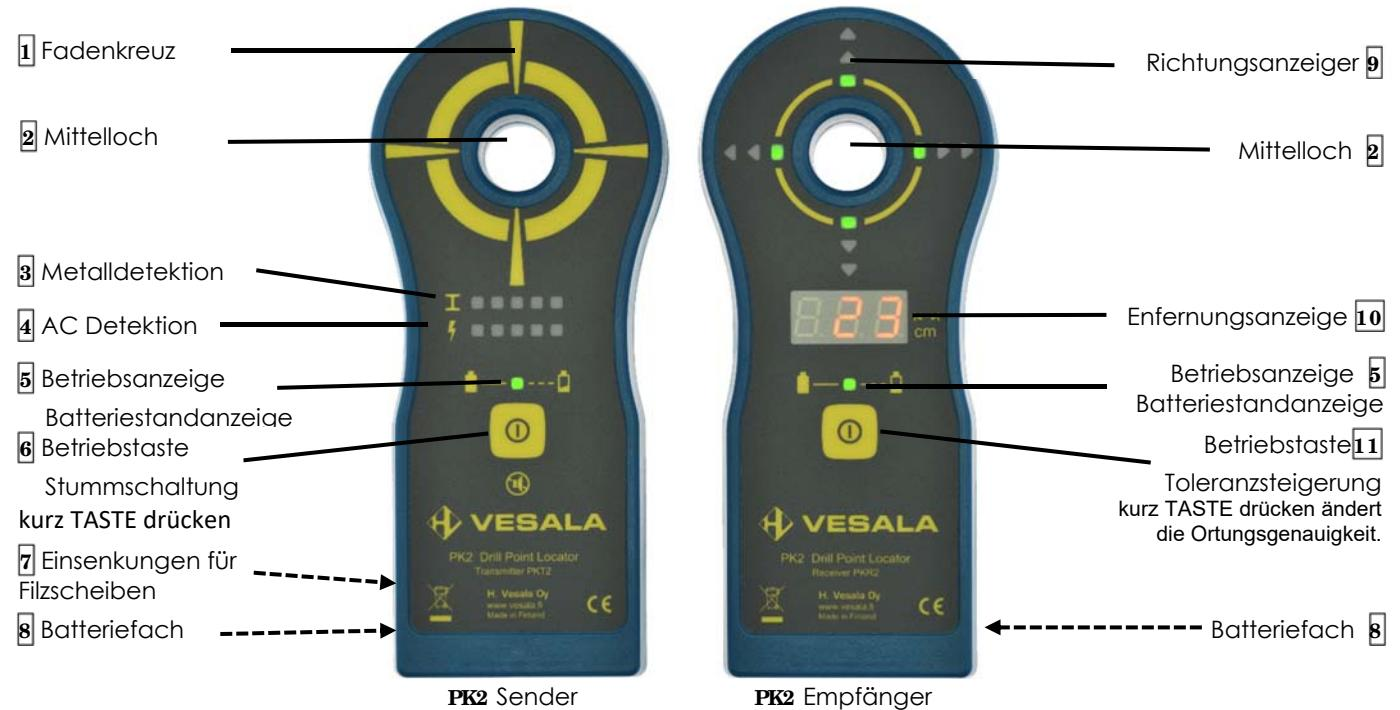

Figure 1. Bedienungselemente und Funktionen
Die Batterien befinden sich auf der Rückseite des Gerätes unter dem Batteriefachdeckel (Abb.1, **8**). Öffnen Sie das Batteriefach, indem Sie den Deckel vorsichtig nach unten drücken und nach hinten schieben. Setzen Sie drei LR03 (AAA) Alkalibatterien ein (Polarität beachten) und schließen Sie das Batteriefach. Der Batteriestand wird durch die LED Betriebsanzeige angezeigt (Abb.1, **5**). Kontinuierliches Leuchten zeigt genügenden Batteriestand an. Eine blinkende LED zeigt an, daß die Batterien ausgetauscht werden sollen. Das Gerät schaltet sich nicht ein, wenn die Batterien für einen zuverlässigen Betrieb zu schwach sind.
Um das Gerät einzuschalten, drücken Sie die Betriebstaste (Abb.1, **6**, **11**) (>0.5 s) bis Sie ein akustisches Signal hören und sich die Betriebsanzeige (Abb. 1, **5**) einschaltet. Um das Gerät auszuschalten, drücken Sie die Betriebstaste (>0.5 s).
Fixieren Sie den Sender an der Oberfläche immer so, daß die Benutzeroberfläche zu Ihnen zeigt. Falls Sie nach Metall und Wechselspannung scannen, tun Sie dieses auf beiden Seiten der Struktur **be vor** Sie den Sender fixieren. Siehe Abschnitt 2.3.2 dieser Bedienungsanleitung. Setzen Sie das Mittelloch des Senders (Abb. 1, **2**) mit Hilfe des Fadenkreuzes (Abb. 1, **1**) auf den zu übertragenden Referenzpunkt, die Stelle an der Sie bohren wollen. Geben Sie Acht, daß der Sender parallel zur Oberfläche ist. Entfernen Sie den Sender immer vor dem Bohren, um Beschädigung oder Herunterfallen des Senders zu vermeiden.
Der PKT2 Sender hat einen automatischen Detektor für Metall und Wechselstrom (AC). LED-Balken zeigen Metall (Abb. 1, **3**) und Wechselspannungsfelder (Abb. 1, **4**) von ausreichender Stärke an. Legen Sie den Sender auf die Oberfläche der Struktur und bewegen Sie ihn langsam um den vorgesehenen Bohrpunkt. Tun Sie dies auf beiden Seiten der Struktur. Leuchten die Metalldetektor- oder AC-Detektor-LEDs, kann Metall oder Wechselstrom in der Nähe sein. Je mehr LEDs leuchten und je höher die Tonhöhe des akustischen Signals, desto näher oder größer das Objekt.
Zur Stumm schaltung des Summ tones kurz TASTE drücken: Falls das akustische Signal nicht benötigt wird, schaltet ein kurzes drücken der Betriebstaste es aus (Abb. 1, **6**). Im Fall einer Metall- oder AC Detektion, erwägen Sie eine alternative, sichere Bohrstelle.
Bedienen Sie den Empfänger immer so, daß die Benutzeroberfläche zu Ihnen zeigt. Rote LED-Richtungspfeile (Abb.1, 9) geben die Richtung zum Sender an. Zwei Pfeile die eine Richtung zeigen, deuten auf eine lange Distanz hin, ein Pfeil steht für unmittelbare Nähe. Die Tonhöhe des akustischen Signals erhöht sich, wenn Sie den Empfänger auf die richtige Stelle hinbewegen. Grüne quadratische LEDs zeigen an, daß der Empfänger mit dem Sender ausgerichtet ist. Wenn nur vier quadratische grüne LEDs auf dem Empfänger leuchten, sind Sender und Empfänger ausgerichtet. Die Stelle kann nun durch das Mittelloch des Empfängers markiert werden. Der Abstand zwischen Sender und Empfänger wird auf dem Display in Zentimeter angezeigt. Die im PK2-Kit enthalten Filzscheiben können an der Unterseite des Empfängers an den gekennzeichneten Stellen angebracht werden, um Kratzer an der Wand zu vermeiden und eine geschmeidige Bewegung zu gewährleisten. Entfernen Sie den Empfänger immer vor dem Bohren um Beschädigung oder Herunterfallen des Empfängers zu vermeiden.
Störungen durch Metall können dazu führen, daß die Bohrstelle nicht zu finden ist. In diesen seltenen Fällen schalten sich die grünen LEDs an keiner Stelle alle gleichzeitig ein. Sie können die Toleranz des Empfängers durch ein kurzes Drücken der Betriebsstaste erhöhen (Abb. 1, 6). Die Auswahl wird durch ein längeres akustisches Signal bestätigt. Wenn Sie die Betriebsstaste erneut drücken oder den Sender ausschalten, kehrt das Gerät in den normalen Betriebsmodus zurück.